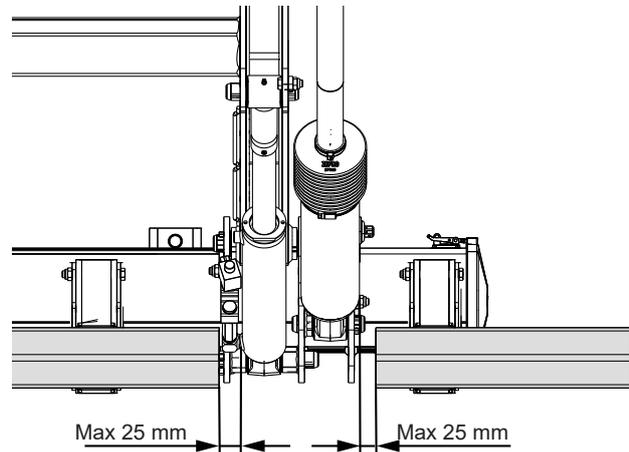

Abb. 10. Gesetzlich vorgeschriebene Maße
- Der seitliche Abstand zwischen Unterfahrerschutz und den beweglichen Teilen der Ladebordwand darf 25 mm nicht übersteigen. Siehe Abb. 10.
- Jedes einzelne Teil des Unterfahrerschutzes bedarf einer Mindestfläche von 350 cm². Siehe Abb. 10.